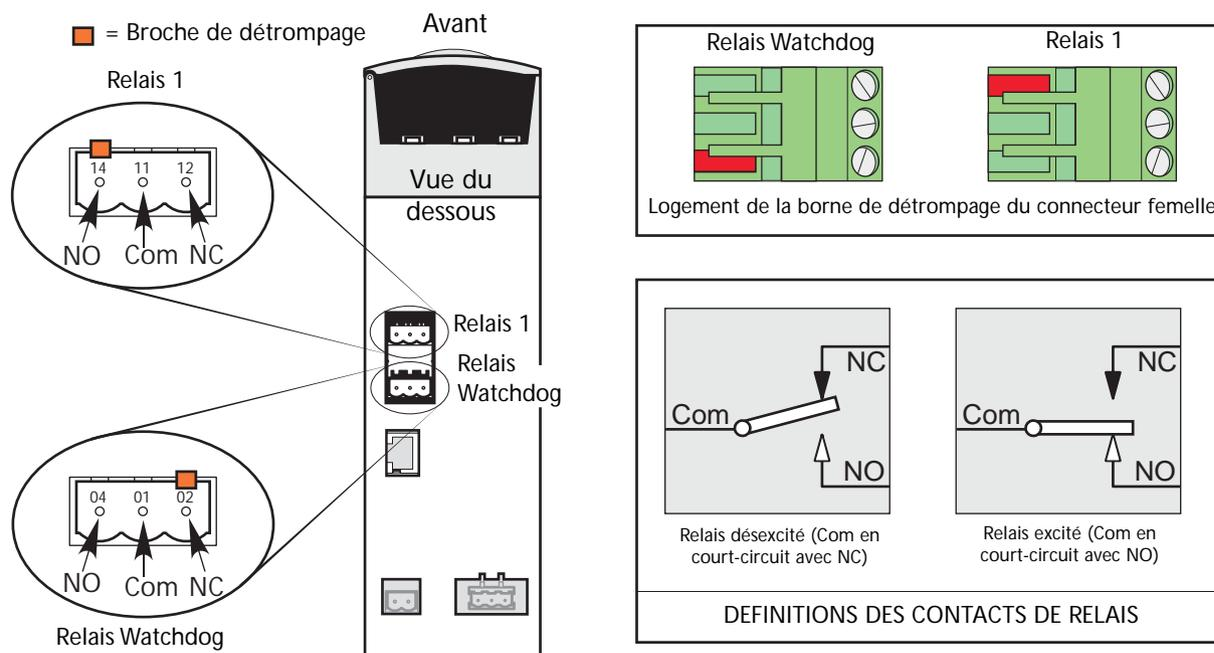

Figure 2.2.1d Emplacement et brochage du connecteur de relais
Le relais « watchdog » est relié à un connecteur sur le dessous du module de contrôle (figure 2.2.1d).
Ce relais, fourni en standard, est adjacent au relais Watchdog (figure 2.2.1d). L'excitation/désexcitation de la bobine de relais est sous commande logicielle et est complètement configurable par l'utilisateur. Les termes « Normalement ouvert » (NO) et « Normalement fermé » (NC) se rapportent au relais dans son état désexcité. Jusqu'à trois autres relais sont disponibles si des modules d'entrées/sorties en option sont montés (voir la figure 2.2.1c).